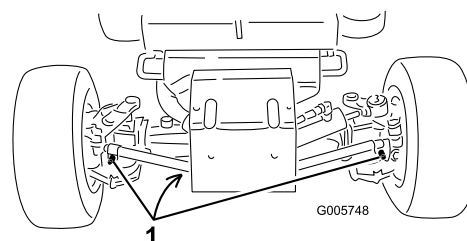

Figure 56
2. Nettoyez la surface autour des bouchons de vidange (Figure 56).